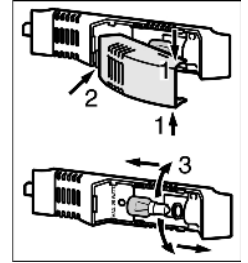

Fig. 29
- ▶ Saisir la protection d'ampoule en haut et en bas Fig. 29 (1).
- ▶ Déclipser à l'arrière et détacher la protection d'ampoule Fig. 29 (2).
- ▶ Remplacer l'ampoule. Fig. 29 (3)